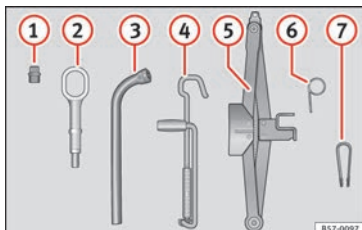

Fig. 68 Na bagageira, debaixo da cobertura da superfície de carga: ferramentas de bordo.
- Encaixe a pinça de plástico (ferramentas de bordo » **Fig. 68** 7) o protetor até que encaixe » **Fig. 69**.